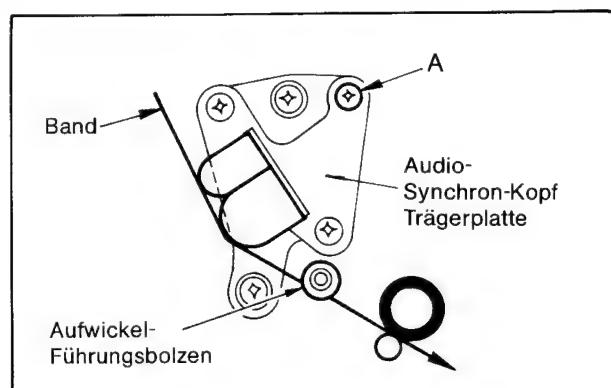

Bild 2-29
2. Die Höhe des Aufwickel-Führungsbolzens möglichst nicht verstehen, sondern die Neigung des Audio-Synchronkopfes mit Schraube A verändern, bis glatter Bandlauf erzielt wird (Bild 2-29).